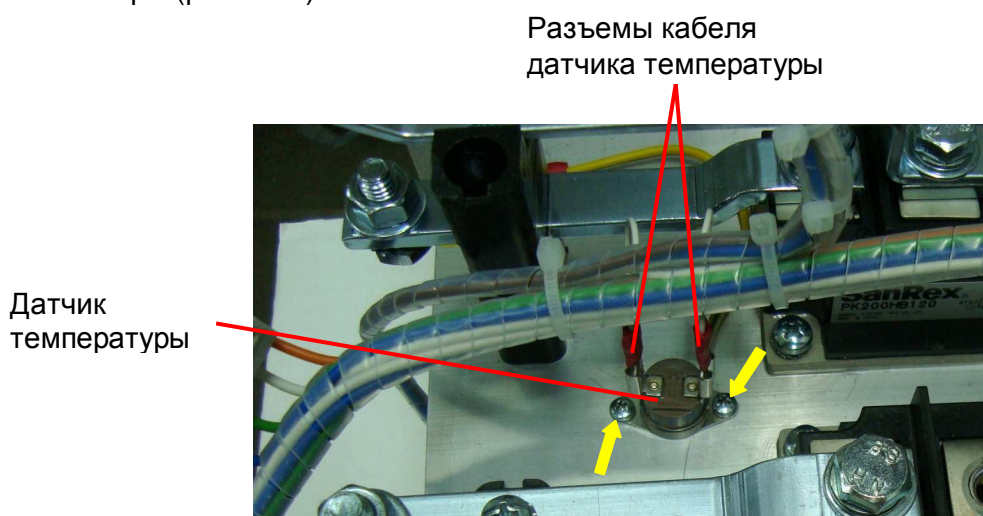

Рис. 6.16
6.9.1. Отсоединить разъемы кабеля датчика температуры от клемм датчика температуры (рис. 6.16).
6.9.2. Выкрутить два винта крепления датчика температуры к радиатору (рис. 6.16, желтые стрелки), демонтировать датчик и положить его в тару.